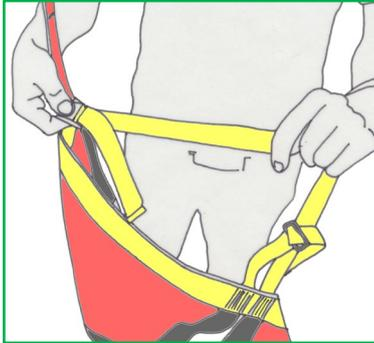

Fig. 18: Premere la fibbia
- Fig. 18: Tirare le cinghie delle spalle lasciandone circa 3 cm oltre la chiusura.